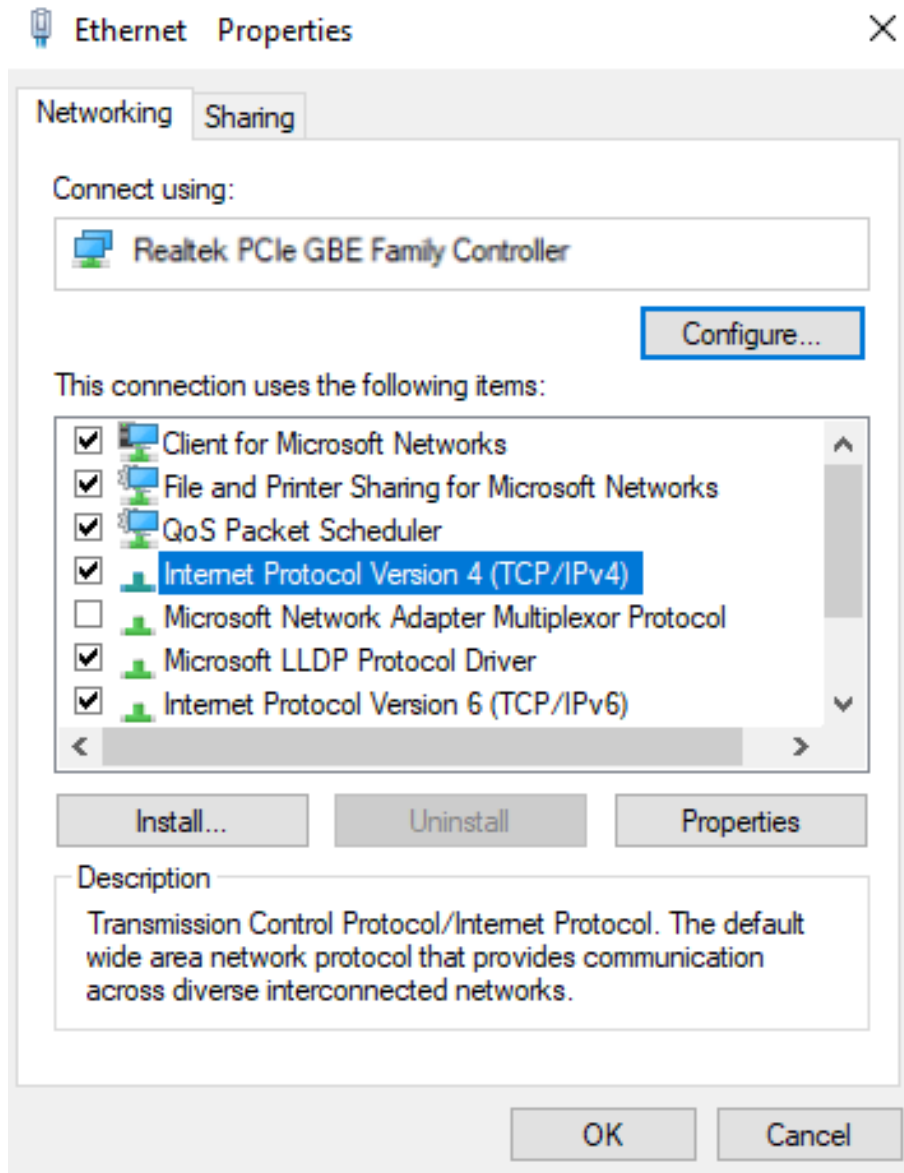

Figura A.6: Seleccionando la opción IPv4
Passo 6 Seleccione la opción “Protocolo IP Versión 4 (TCP/IPv4). Haga clic en el botón “Propiedades” (Figura A.6).